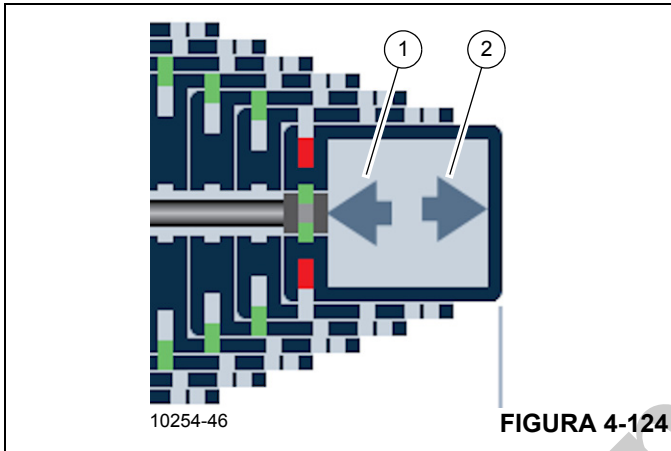

FIGURA 4-124
1	Inicio con retracción (1, Figura 4-124)
2	Inicio con extensión (2) (Figura 4-124)